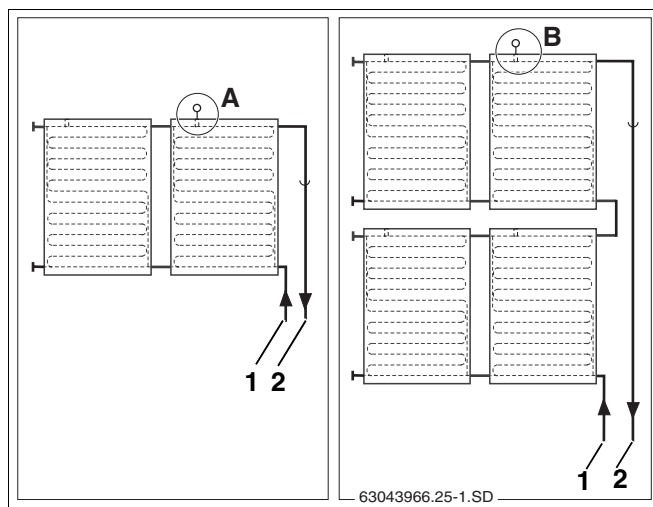

Fig. 50 Posto d'installazione della sonda del collettore (rappresentazione schematica)
Rispettare il posto d'installazione per sistemi di collettori ad una o due serie (fig. 50).
La sonda del collettore deve essere montata nel collettore con la tubazione di mandata già collegata (fig. 50, **pos. 2**).
- Posto d'installazione (fig. 50, **pos. A**) per sistemi di collettori ad una serie.
- Luogo dell'installazione (fig. 50, **pos. B**) in caso di sistemi di collettori a due serie.